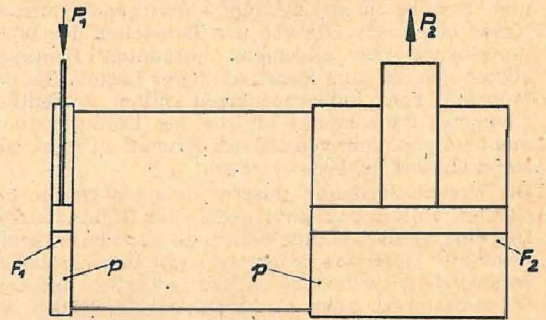

Abb. 5 Prinzipdarstellung für hydraulische Kraftübersetzung.
Bei gleichbleibendem Druck sind demnach druckbeaufschlagte Fläche und resultierende Kraft verhältnisgleich (vgl. Abb. 5).
- Steigerung der Übersetzungsverhältnisse über 1 : 100 (Abb. 5);